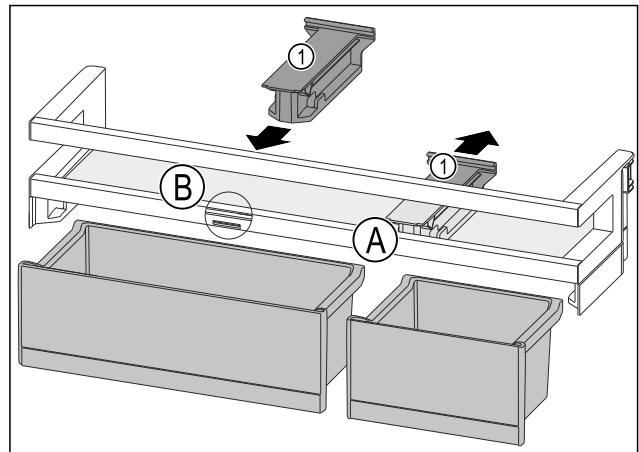

Fig. 127
- ▶ Retirer la pièce de retenue Fig. 127 (1) en position Fig. 127 (A) vers l'arrière.
- ▶ Mettre la pièce de retenue Fig. 127 (1) en position Fig. 127 (B).